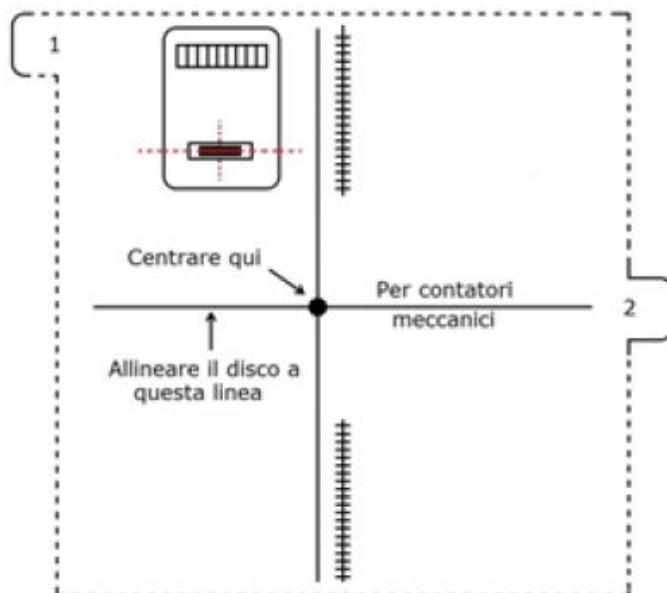

Fig.4
- a. Rimuovere il template (Fig.4) dallo sfondo bianco tirando delicatamente lo slip 1 nell'angolo a sinistra.
- b. Applicare il template sul contatore allineando la sua linea orizzontale con il disco a rotazione e quella verticale con la linea verticale a metà del contatore (Fig.4).